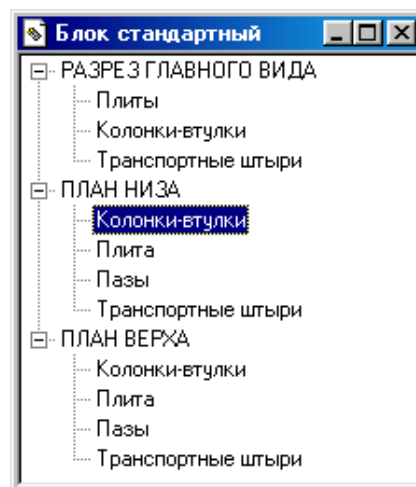

Рисунок 1.52 – Командне меню «Блок стандартный»
– натискується кнопка "Проективання об'єкта". Після натискання на кнопку автоматично завантажується КОМПАС-ГРАФІК, відкривається складальне креслення, і на екрані з'являється командне меню (рис. 1.52).